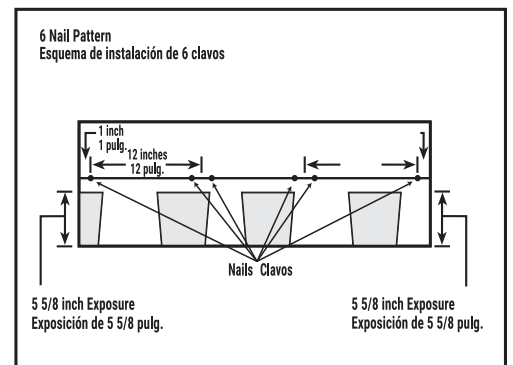

Fig. 4B Mansard or Steep Slope Fastening Pattern
- All shingles installed on the perimeter of the roof must be hand-sealed with four 1 inch dabs of ASTM D4586-compliant asphalt cement. (See Fig. 4B)
- Todas las tejas instaladas en el perímetro del techo deben sellarse a mano con cuatro toques de 1 pulgada de cemento asfáltico que cumpla con la norma ASTM D4586. (consulte la Fig. 4B).
Place fasteners 6 $\frac{1}{8}$ inches from bottom edge to penetrate both layers of the shingle. Fasteners should be located 6 $\frac{1}{8}$ inches above the butt edge of the shingle, regardless of whether they are in the granules or the fastening area. See Fig. 4B.
REQUIRED: For slopes exceeding 60 degrees or 21 inches per foot, install 6 fasteners and 4 spots of asphalt roof cement per shingle. Immediately install a 1 inch diameter spot of asphalt roof cement under each shingle tab, centered 2 inches up from the bottom edge of the shingle tab. Center asphalt roof cement 2 inches up from bottom edge of shingle tab. See Fig. 4B.
Coloque los sujetadores a 6 $\frac{1}{8}$ pulg. del borde inferior para asegurar ambas capas de la teja. Los sujetadores deben colocarse a 6 $\frac{1}{8}$ pulgadas por encima del extremo inferior de la teja, sin importar si es sobre los gránulos o el área de sujeción SureNail® Technology. Ver la Fig. 4B.
REQUISITOS: En el caso de las pendientes que superen los 60 grados o 21 pulgadas por pie, utilice seis sujetadores y cuatro puntos de cemento asfáltico para techos por teja. Aplique inmediatamente un punto de cemento asfáltico para techos de 1 pulgada de diámetro debajo de cada lengüeta de las tejas. Coloque el cemento asfáltico para techos a 2 pulgadas del borde inferior de la lengüeta de la teja. Ver la Fig. 4B.